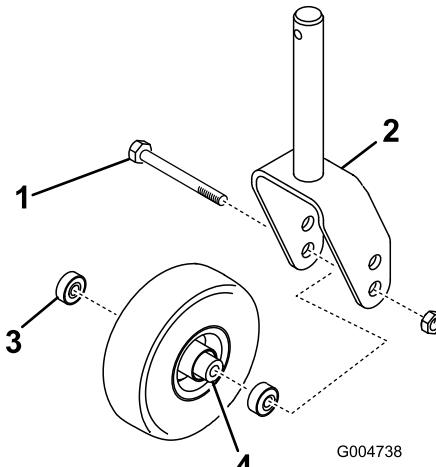

Figura 30
1. Retire la contratuerca del perno que sujetla el conjunto de la rueda giratoria en la horquilla (Figura 30). Sujete la rueda giratoria y retire el perno de la horquilla o del brazo de pivote.
2. Retire el cojinete de la rueda y deje que se caiga el suplemento del cojinete (Figura 30). Retire el cojinete del otro lado de la rueda.